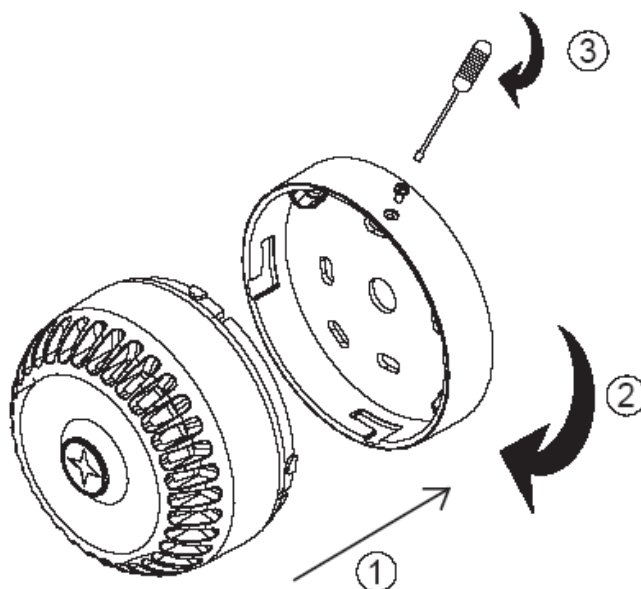

Рис.7. Установка излучателя в монтажной базе
3. При использовании базы S провода могут вводиться через боковые стенки (открытая проводка) или через тыльную сторону (скрытая проводка) монтажной базы. Необходимые отверстия изготавливаются при помощи монтажного ножа. См. Рис. 7а и Рис. 7б.
7. Осторожно утановите излучатель к монтажной базе, убедившись, что риски на монтажной базе и на излучателе совпадают. Убедитесь, что излучатель находится ровно в посадочном месте. Поверните излучатель по часовой стрелке для крепления его в монтажной базе. Закрутите стопорный винт в монтажной базе. Смотри Рис. 7.